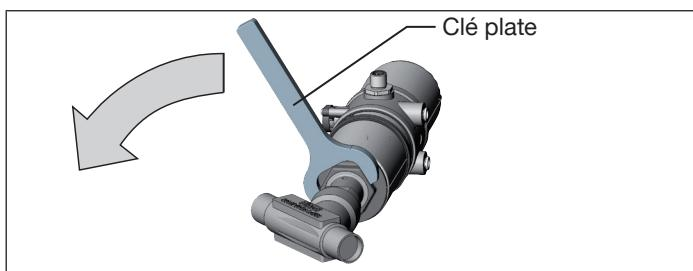

Fig. 8: Tourner avec une clé plate
- ▶ Tourner l'actionneur uniquement dans le sens prescrit (voir « Fig. 8 ») !